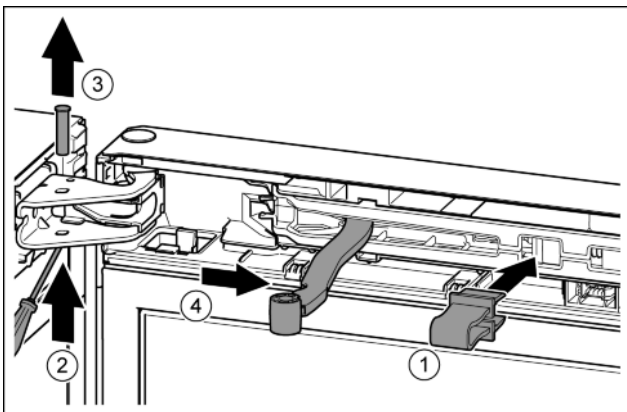

Fig. 12
- ▶ Sicherung in Öffnung einrasten. Fig. 12 (1)
- ▶ Bolzen mit Schraubendreher herausschieben. Fig. 12 (2)
- ▶ Bolzen nach oben herausnehmen. Fig. 12 (3)
- ▶ Gelenk in Richtung Tür drehen. Fig. 12 (4)